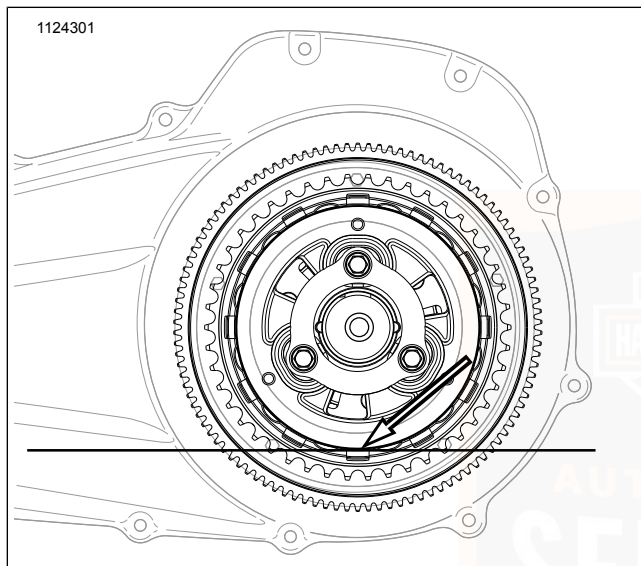

Abbildung 91. Primärer Schmiermittelstand
- b. Siehe Abbildung 91 . Der korrekte Füllstand liegt ca. an der Unterseite des Außendurchmessers der Druckplatte.